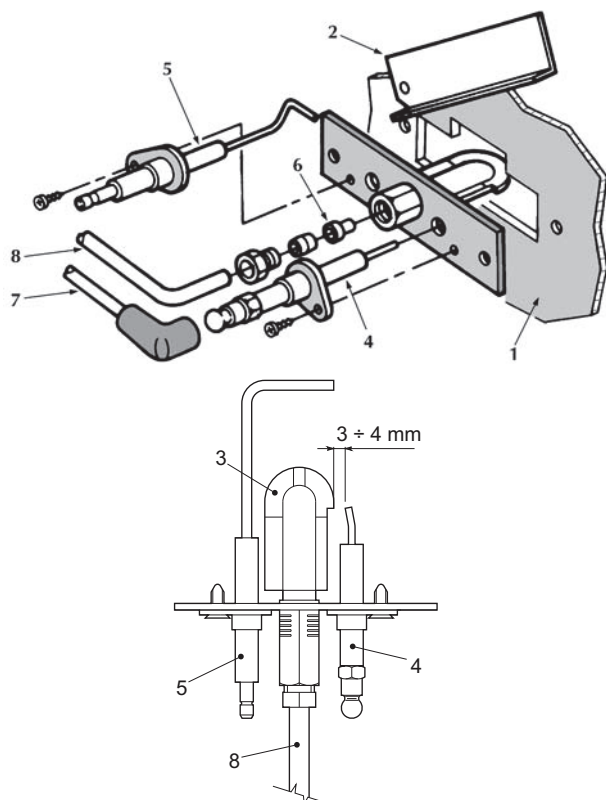

fig. 8 - Brûleur pilote
- Les électrodes doivent être libres de toute incrustation et positionnées correctement (voir fig. 8).
Après quelques tentatives d'allumage, la centrale électronique bloque la chaudière.	Il est recommandé de n'utiliser, pour le nettoyage des brûleurs et des électrodes, que de l'air comprimé. Contrôler l'arrivée régulière du gaz à la chaudière et que l'air est éliminé des tuyaux. Contrôler que les électrodes soient correctement positionnées et non incrustées (voir fig. 8). Vérifier que la chaudière soit pourvue d'une bonne mise à la terre. Contrôler les branchements électriques aux électrodes d'allumage et d'ionisation.
En phase d'allumage, la décharge des électrodes n'a pas lieu.	Contrôler que les électrodes soient correctement positionnées et non incrustées (voir fig. 8). Thermostat de réglage réglé trop bas. Contrôler l'alimentation électrique. Contrôler les branchements électriques aux électrodes d'allumage et d'ionisation. Contrôler les branchements électriques au module électronique de contrôle de flamme. Vérifier que PHASE et NEUTRE ne soient pas inversés et que les contacts à la masse soient effectifs. Vérifier la pression du gaz à l'entrée et les éventuels pressostats de gaz ouverts. Réarmer le thermostat de sécurité. S'assurer que le thermostat d'ambiance est fermé.